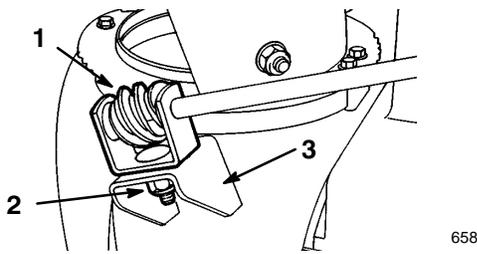

Figure 11
- Montez la vis sans fin et l'étrier sur le support prévu, de manière lâche, à l'aide d'un boulon, d'une rondelle pyramidale et d'un écrou (Fig. 11).
- Glissez la vis sans fin dans les dents de la couronne de l'éjecteur et serrez l'écrou (Fig. 11).